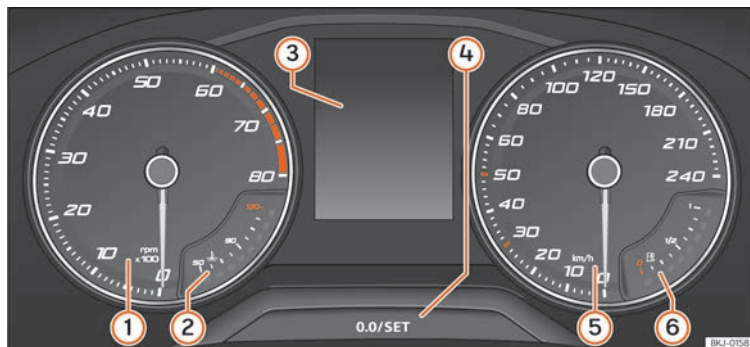

Fig. 61 Combiné d'instruments monochrome à l'avant.
Explications concernant les cadrans » **fig. 61** :
- Appuyez brièvement sur le bouton **0.0/SET**  **fig. 61**  pour remettre le compteur kilométrique partiel à 0.